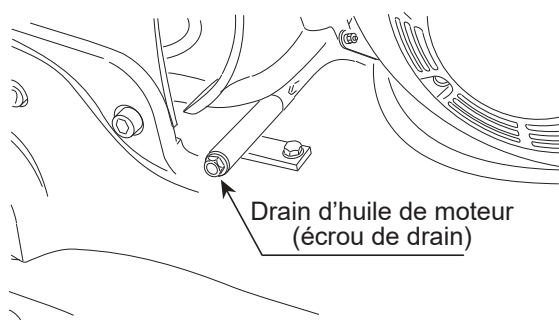

Figure 24. Vidange de l'huile moteur
1. Enlevez le boulon de vidange d'huile (Figure 24) et la rondelle d'étanchéité et laissez l'huile s'écouler dans un contenant approprié.